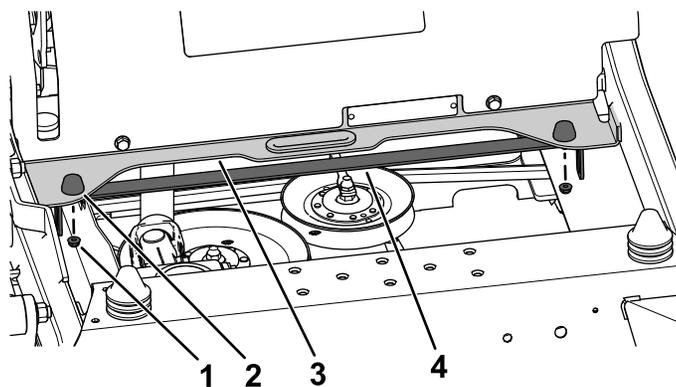

Figure 12
- Fixez le support de renfort sur le support transversal et les butées en caoutchouc à l'aide des 2 contre-écrous ( $\frac{1}{4}$ ") retirés précédemment, comme montré à la Figure 12.